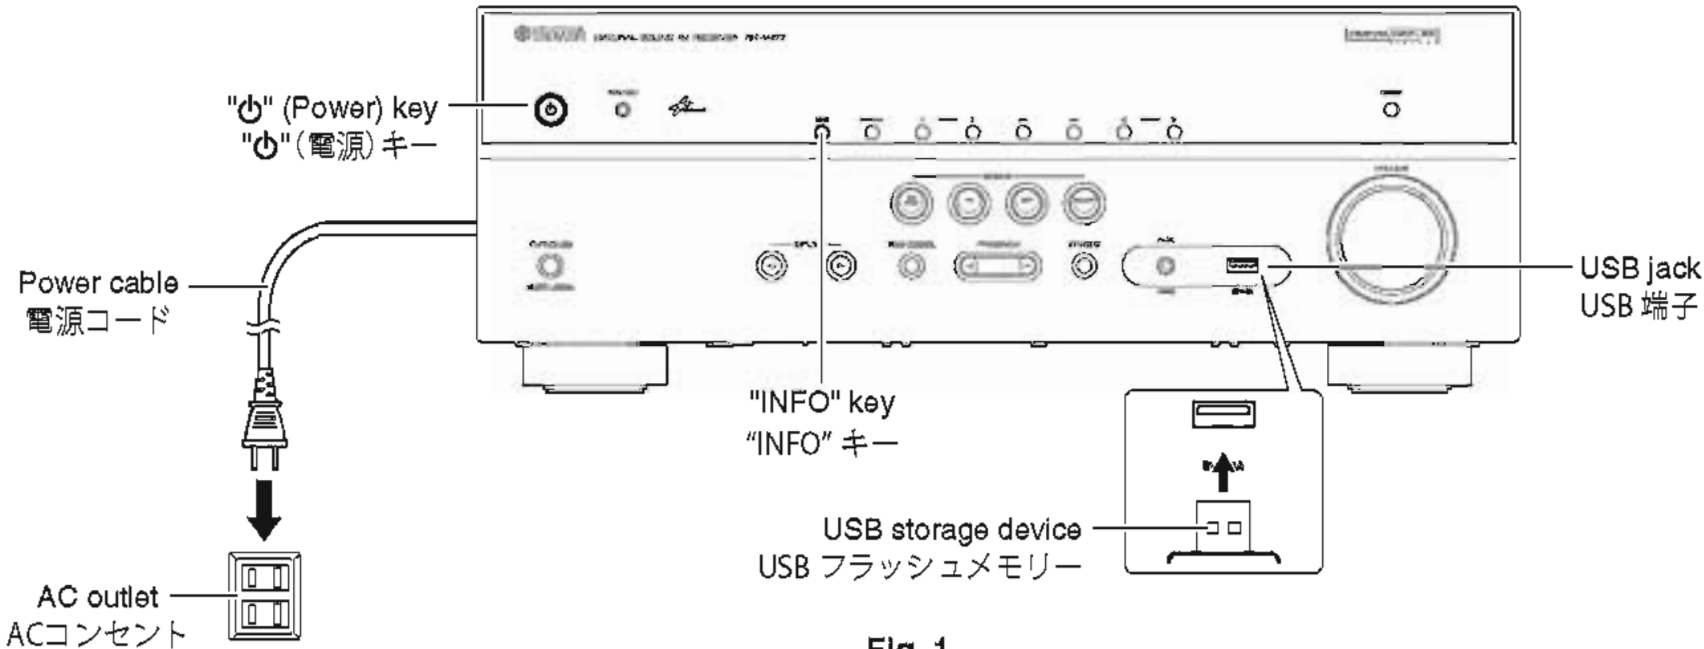

Fig. 1
- 2. Insert the USB storage device to the USB Jack. (Fig. 1)
- 3. While pressing the "INFO" key, connect the power cable to the AC outlet. (Fig. 1)
- 2. USB 端子に USB フラッシュメモリーを差し込みます。(Fig. 1)
- 3. "INFO" キーを押しながら、電源コードを AC コンセントに接続します。(Fig. 1)
6. Press the "⏻" (Power) key to turn off the power. (Fig. 1)
7. Remove the USB storage device from the USB jack. (Fig. 1)
6. "⏻"(電源)キーを押して電源を切ります。(Fig. 1)
7. USB 端子から USB フラッシュメモリーを抜きます。(Fig. 1)